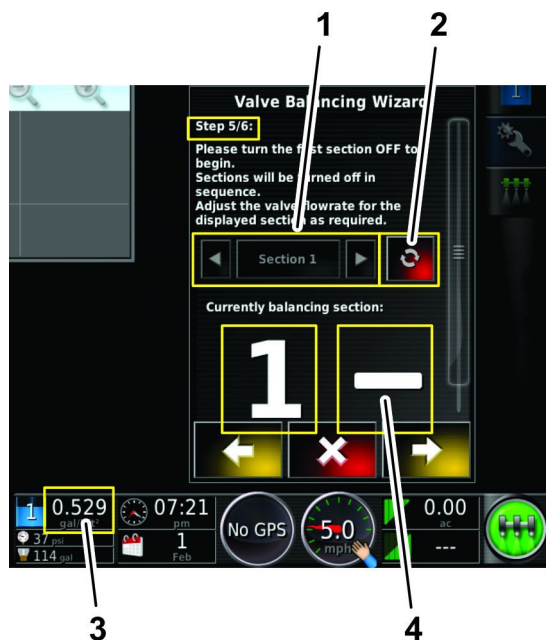

图 56
- 喷洒臂段阀的喷洒率过高图 56。
- A. 按喷洒臂段打开/关闭图标图 56 以关闭喷洒臂段阀红色。
- A. 按喷洒段打开/关闭图标图 56 以关闭喷洒段阀红色。